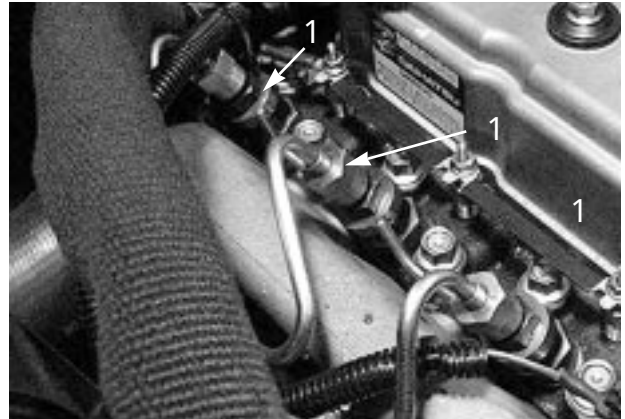

図 55
1. No.1 ノズル・ホルダー（図 55）へのパイプ接続部をゆるめる。